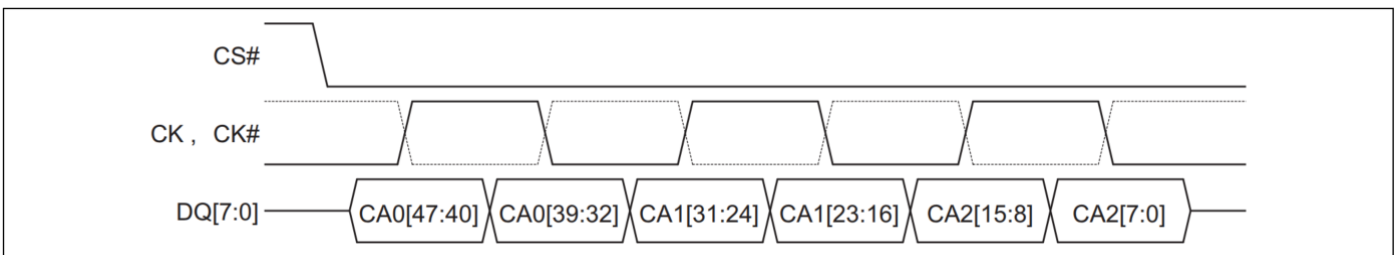

图 6 指令-地址 (CA) 序列^[6, 7, 8, 9]
6. 图 6 显示 HYPERBUS™ 扩展 I/O 上所有传输的前三个时钟周期。